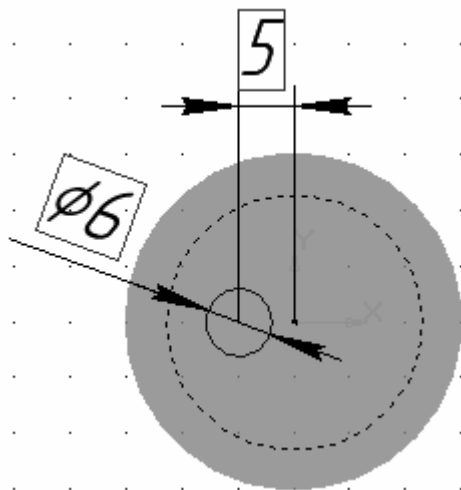

Рис. 1.8. Эскиз модели для операции *Приклеить выдавливанием*
14. На выделенной грани постройте эскиз, изображённый на рис. 1.8.